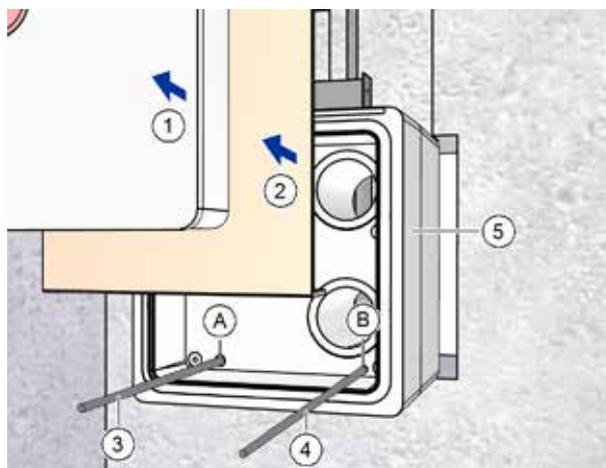

Fig. 14: Inserimento della cassetta a muro
- ▶ Rimuovere il coperchio di protezione dall'intonaco (pos. 1 nella Fig. 14) e l'inserto di cartone (pos. 2 nella Fig. 14) dalla cassetta a muro (pos. 5 nella Fig. 14).
- ▶ Fare passare il cavo di rete (pos. 3 nella Fig. 14) attraverso il foro A (pos. A nella Fig. 14).
- ▶ Se necessario, forare il foro chiuso B (pos. B nella Fig. 14) con un cacciavite.
- ▶ Event. far passare il cavo di comando (pos. 4 nella Fig. 14) attraverso il foro B (pos. B nella Fig. 14).
- ▶ Spingere completamente la cassetta a muro (pos. 5 nella Fig. 14) nell'apertura del muro.